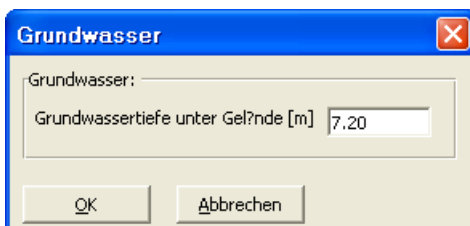

Bild 9-18 Dialogfeld "Grundwasser unter Gelände"
- Doppelklicken Sie auf Grundwasserspiegel. Das entsprechende Dialogfeld (Bild 9-18) erscheint, um das Grundwasser unter Gelände zu modifizieren